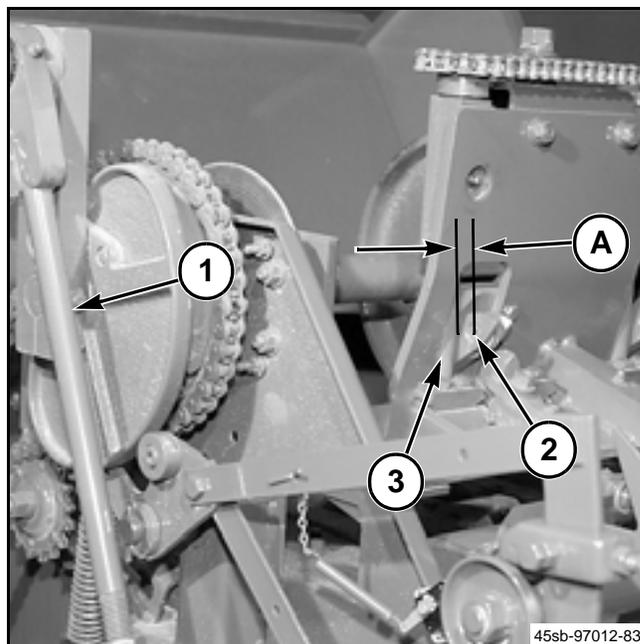

FIG. 84
FIG. 84: La penetración de las agujas se controla por la longitud de la varilla accionadora del portador de agujas (1). Cuando la aguja está en el punto más alejado del recorrido, el centro del rodillo de aguja (2) se debe extender una distancia (A) de 38 a 43 mm (1-1/2 a 1-11/16 pulg) por detrás del borde trasero del eje del retorcedor (3). Esto evitará que el alambre alrededor del fardo que se está formando, monte el rodillo de aguja y evitará también desgaste excesivo.